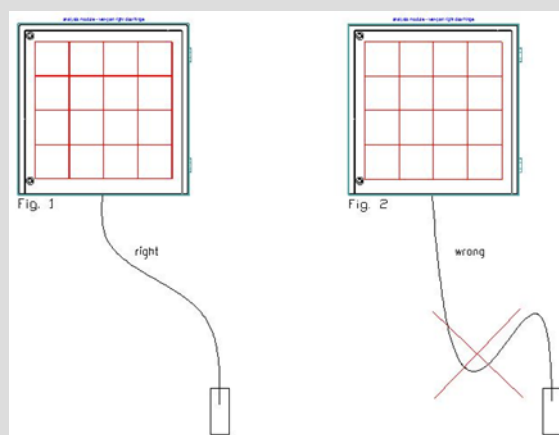

Abbildung 10: Installation Ablaufschlauch
- Die Ablaufschläuche müssen an einem Zentralablauf, der mit dem lokalen Kanalsystem verbunden ist, angeschlossen werden. Hierbei ist darauf zu achten, dass dies auf direktem Wege und ohne Bögen und Knicke erfolgt (siehe Abbildung 10: Installation Ablaufschlauch).